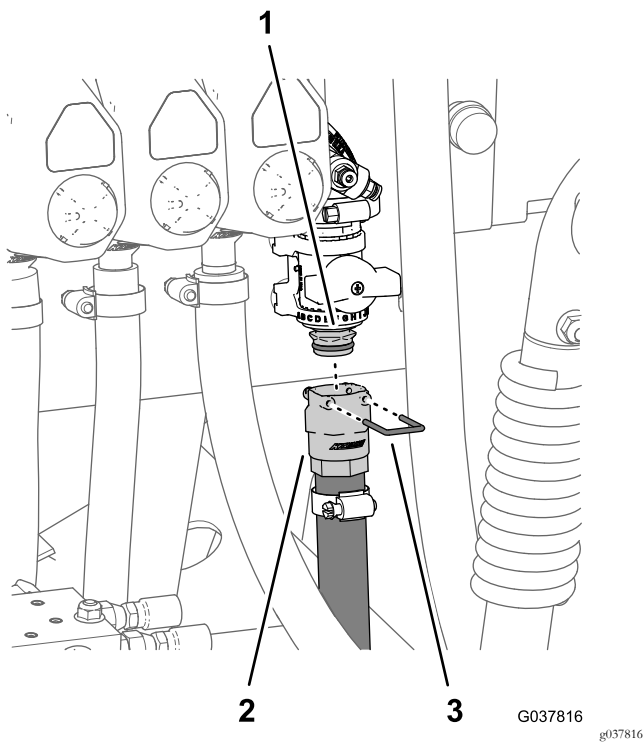

Figure 94
- 2. Branchez le raccord rapide (douille) du flexible au raccord rapide de la vanne de coupure à bride (Figure 94).
3. Fixez les raccords rapides des flexibles et la vanne de coupe à bride à l'aide de l'étrier fourni avec le raccord rapide du flexible (Figure 94).